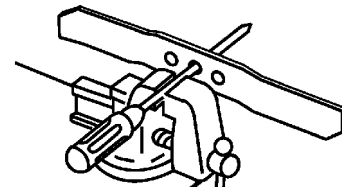

Figure 27
- Vérifiez l'équilibre de la lame en enfilant le trou central sur un clou ou la tige d'un tournevis serré horizontalement dans un étau (Fig. 27).